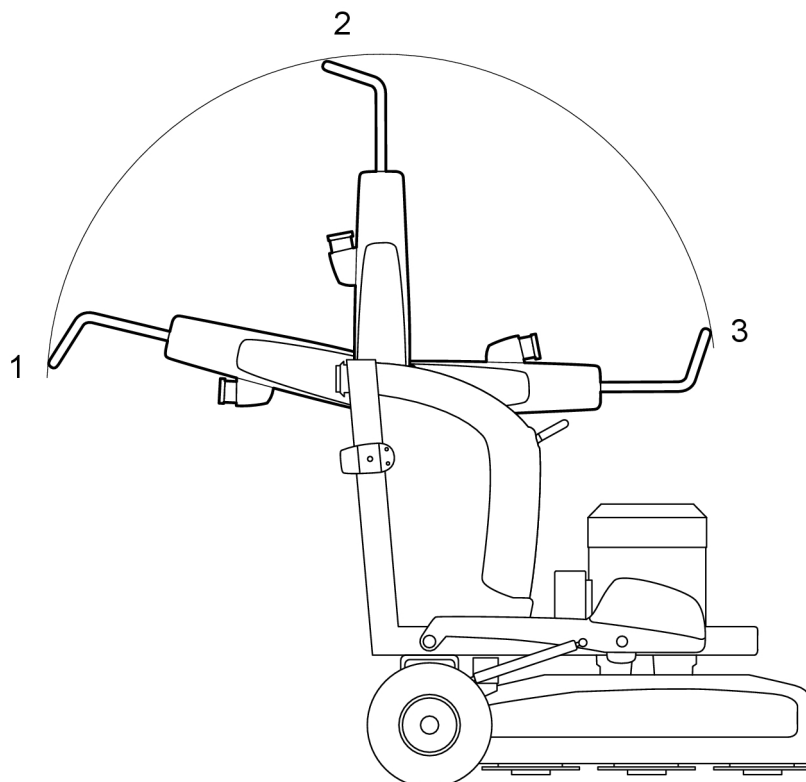

Figura 4-2. Posiciones del manillar
1. Colocar el manillar en la posición posterior, ver Figura 4-2, página 18.
4. Poner el manillar en posición de trabajo, ver Figura 4-2, página 18.